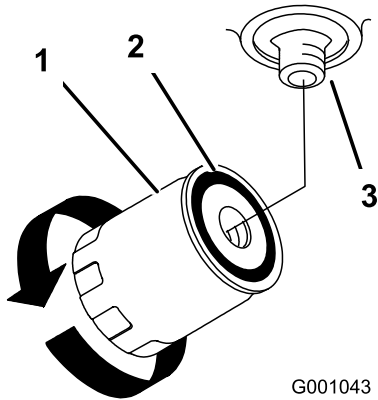

Figura 75
4. Remova o filtro de óleo antigo e limpe a superfície de vedação do adaptador do filtro (Figura 75).
- Coloque o filtro hidráulico de substituição no adaptador do filtro. Rode o filtro de óleo hidráulico no sentido dos ponteiros do relógio até que a junta de borracha toque no adaptador do filtro e, em seguida, aperte o filtro mais 1/2 volta (Figura 75).